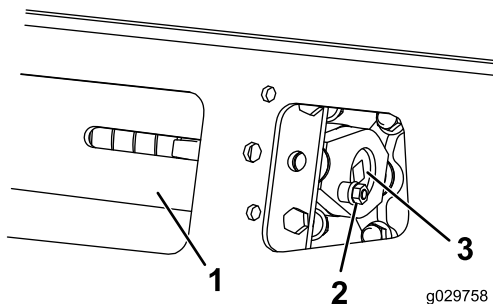

Рисунок 59
3. Удалите зажимной болт, проставку и гайку (Рисунок 59).
5. Совместите ближайшую выемку в натяжном винте с отверстием в зажимном болте и закрепите винт при помощи зажимного болта и гайки (Рисунок 59).
4. Отвинтите зажимной болт и гайку (Рисунок 59).
5. Используя ключ с храповым механизмом на ½ дюйма, ослабьте натяжение привода, вращая натяжной винт по часовой стрелке (Рисунок 59 и Рисунок 65).